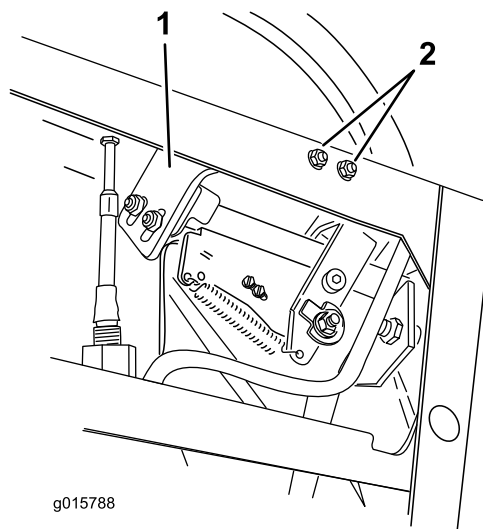

図 6
9. 右側ブラケットとこれについている近接スイッチとを取り外す (図 6)。